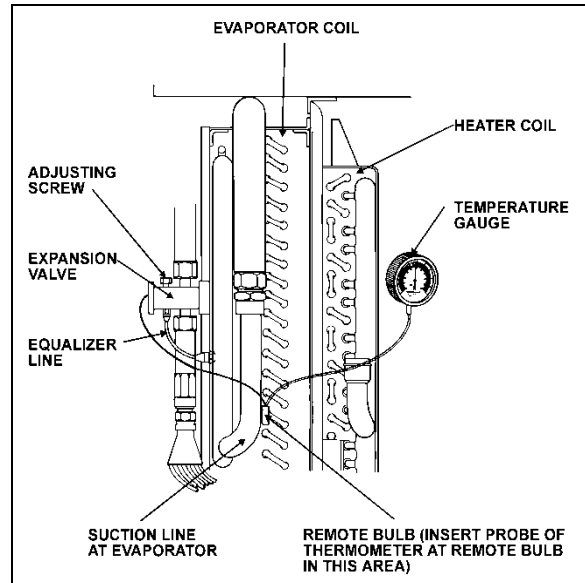

FIGURA 57: AJUSTE DE SOBRECALENTAMIENTO. INSTALACIÓN
3. Use un termómetro de lectura remota o un termopar/multímetro para medir la temperatura en la línea de salida del evaporador cerca del bulbo remoto existente (Figura 57).